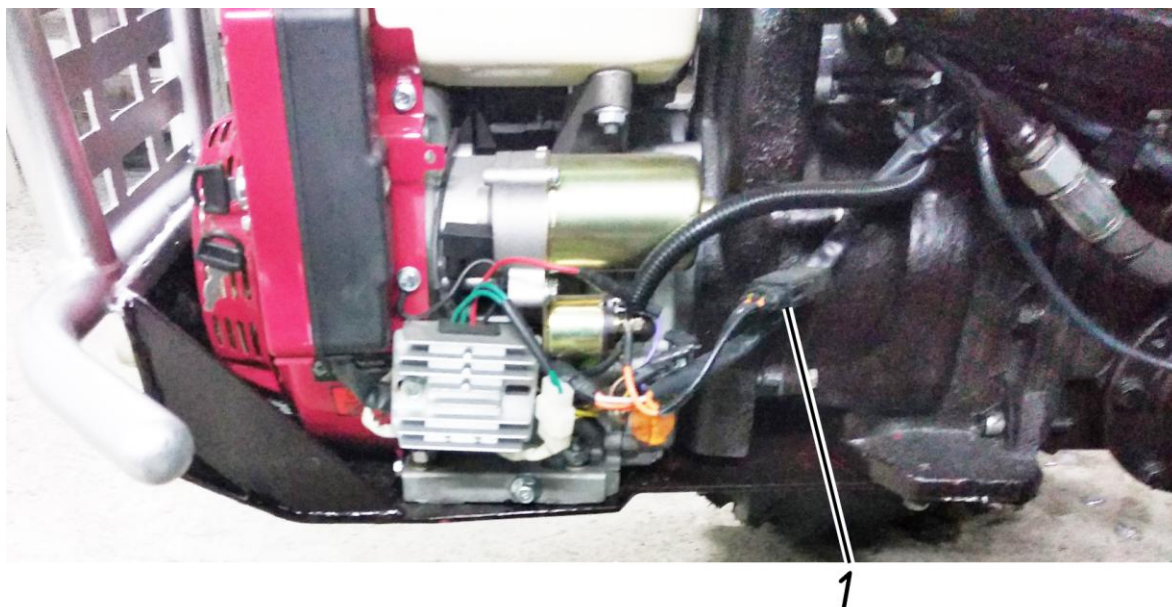

Рисунок 2.8.2 – Подвесной предохранитель
- предохранитель питания потребителей электрооборудования мини-трактора 25 А (рисунок 2.8.2);